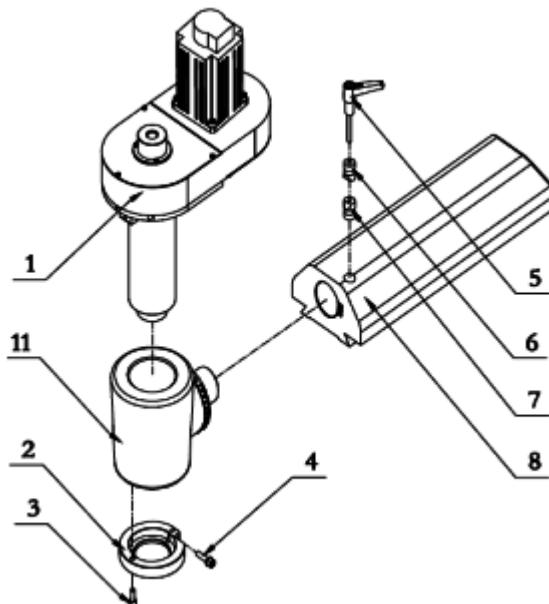

Рис.3
Вставьте в конус шпинделя оправку для горизонтального фрезерования (9) со смонтированными на ней предварительно дисковой фрезой и дистанционными втулками. Придерживайте оправку рукой от провисания. Вставьте в ласточкин хвост консоли (8) серьгу (10) и оденьте на свободный конец оправки (9). Заденьте серьгу (10) на консоли. Для удобства работы можно демонтировать держатель фрезерной головы (11, Рис.3)